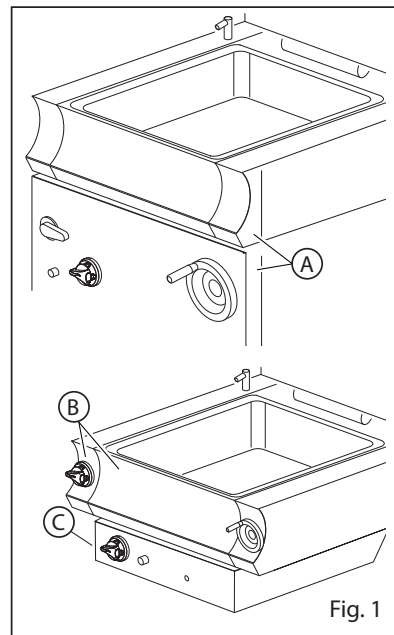

Fig. 1
- Fechar a torneira de interceptação a montante do equipamento (Fig. 1);
- Fechar a torneira de interceptação a montante do equipamento (Fig. 1).
- Substituir o injetor piloto (Fig. 1) pelo correspondente ao gás escolhido de acordo com as indicações da Tabela de referência (ver Tabela de Gases de referência).
- Soltar o parafuso de bloqueio (Fig. 1).
- Quando previsto, configurar a distância de (X) mm da manga correspondente ao gás escolhido (ver Tabela de Gases de referência).
1. Desmonte o painel e a face exposta (Fig. 1/A - Versão top Fig. 1/B+C)